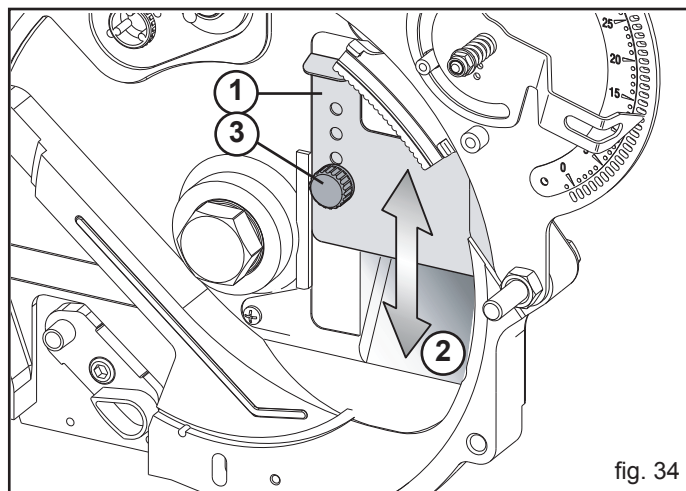

fig. 34
Der Überlaufschutz (1, Abb. 34) ist in vier Positionen verstellbar und bestimmt die Weite des Saatguteingangsbereichs (2, Abb. 34), damit das Saatgut nicht infolge einer übermäßigen Zuführung aus dem Streuer austritt. Diese Einstellung ist vor allem bei besonders steilem Boden und bei kleinen Samen erforderlich.
**ANMERKUNG.: Sicherstellen, dass der Kugelgriff (3, Abb. 34) gut festgezogen ist.**